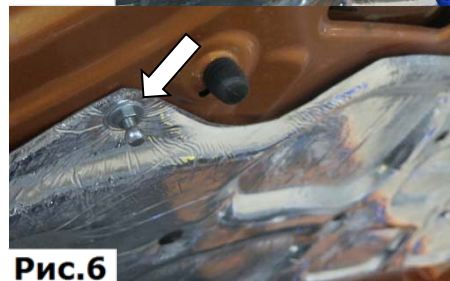

Рис.6
6. Совместить отверстие в закладной планке с отверстием под поршень. Надеть на шарнир шайбу 6 и шайбу 6 пластиковую (пластиковая шайба должна прилегать к обшивке). Закрутить шарнир с шайбами в закладную планку торцевой головкой №10 с усилием 9 Нм, (Рис. 6).